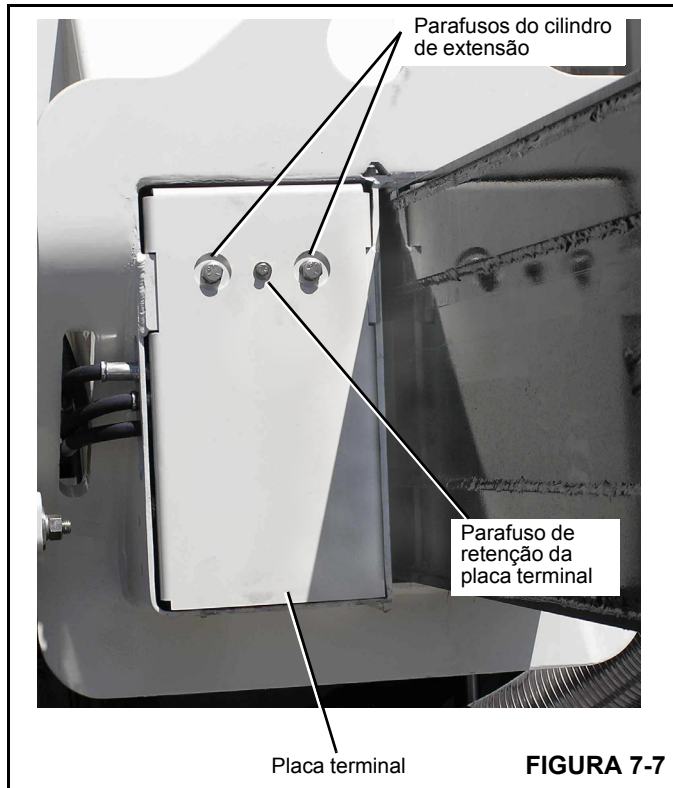

FIGURA 7-7
1. Remova a placa terminal da caixa do estabilizador. Isso deve permitir acesso às placas de desgaste (Figura 7-7).